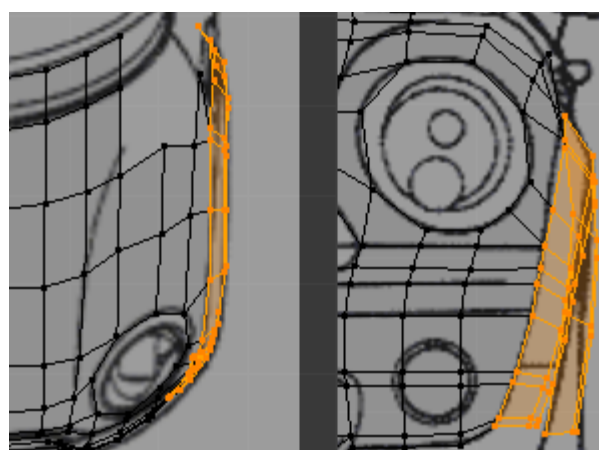

Figura 4.100
13. Seleccione os dois novos contornos criados e, observando as janelas Top e Front Ortho arraste-os, **[G]**, de modo a que se adaptem à imagem, figura 4.100. Se necessário proceda a pequenas correcções da posição individual dos vértices.